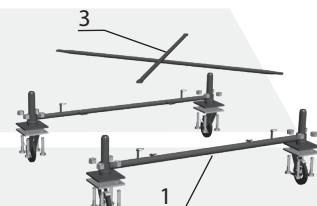

рис. 2
- На верхние флагковые замки гантели базы, установить стяжки базы (3) (рис. 2).